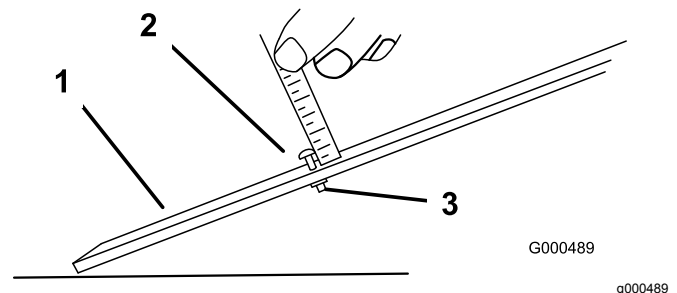

Figura 10
2. Desaperte a porca da barra indicadora e regule o parafuso de ajuste para a altura de corte desejada (Figura 10).